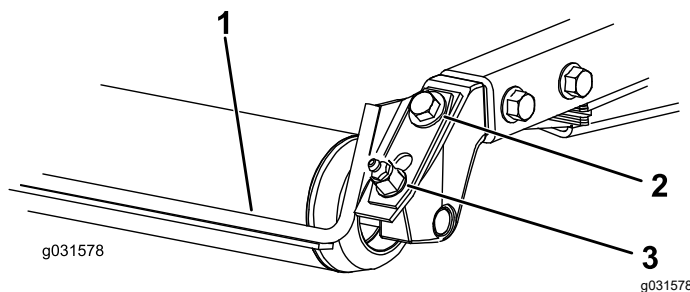

Figura 15
1. Afloje el engrasador y el tornillo de montaje (Figura 15).